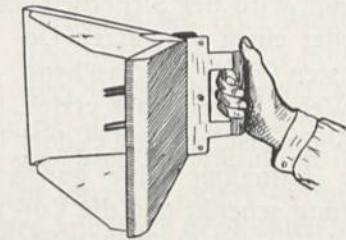

Abb. 150. Traut-Maxima.
1) Man kann aber auch mittels leicht einzusetzender und wieder abzunehmender Dreiecke aus Karton oder dünnem Blech sperren ähnlich wie in Abb. 150, wodurch zugleich die Lampe nach oben und unten abgedichtet wird.
Für höchste Ansprüche, z. B. große Gruppen- und Innenaufnahmen bringt die Firma Traut eine größere, flach **zusammenklappbare** Hand-Doppelbogenlampe (mit 2 Kohlenpaaren) **Maxima** in den Handel, die 10 Amp. Strom braucht und ein etwa  $3\frac{1}{2}$  mal so starkes Licht (= 7000 Kerzen) gibt wie die Minima. (Abb. 150.)